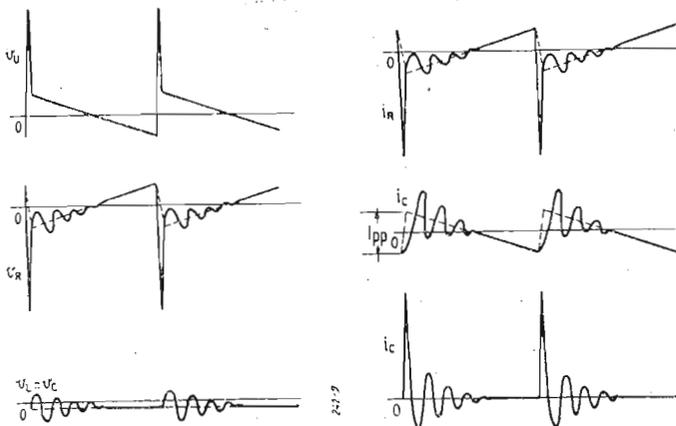

Fig. 20. - Forme d'onda delle tensioni e correnti nel circuito di fig. 16.
$$i_C = I_{pp} e^{-\tau/2 RC} \cos \frac{\tau}{\sqrt{LC}} \quad (46) \text{ (v. fig. 20 f)}$$
$$v_R = v_L - v_u = I_{pp} \left(- \frac{R}{2} + \frac{R\tau}{T_a} + \sqrt{\frac{L}{C}} e^{-\tau/2 RC} \text{sen} \frac{\tau}{\sqrt{LC}} \right) \quad (47) \text{ (v. fig. 20 b)}$$